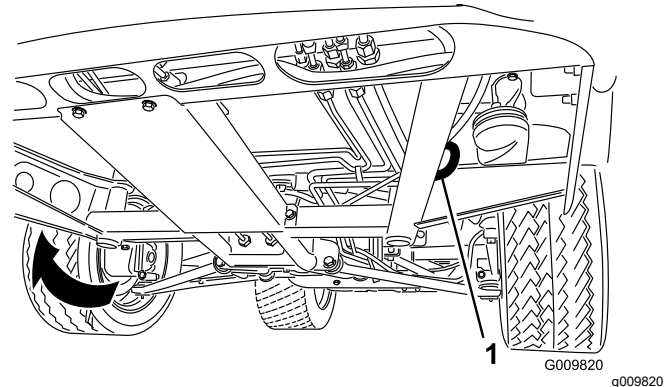
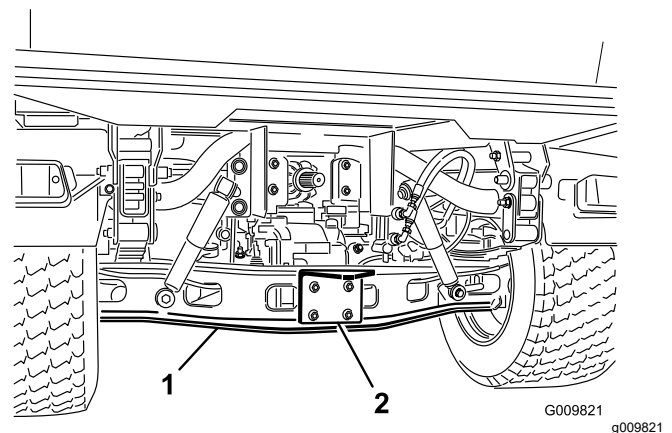

Bild 19
Bild 20
In **Bild 19** und **Bild 20** finden Sie die Vergurtungsstellen der Maschine.
1. Befestigen Sie ein Abschleppseil an der Anhängerkupplung vorne am Maschinenrahmen (Bild 19).